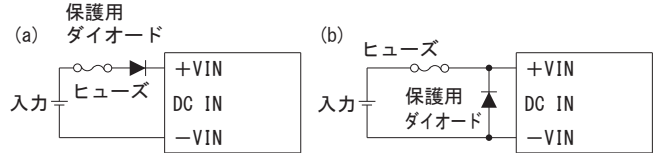

図 3.3 逆接続防止
(5) 逆接続の防止
■入力端子に極性逆の電圧が加わると故障します。極性逆の電圧が加わる可能性がある場合は、図3.3のような保護用の回路を外付けしてください。